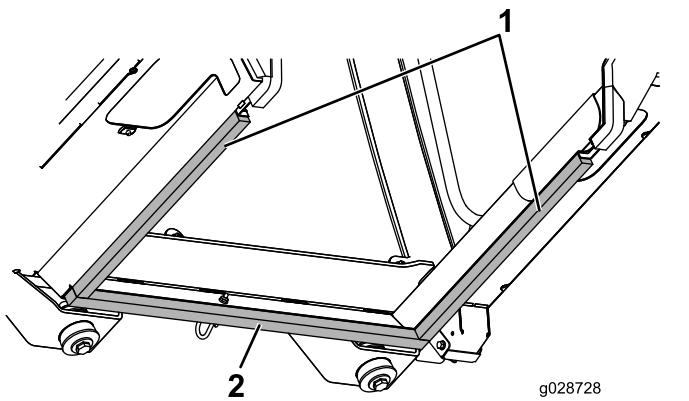

Figure 63
- Centrez le joint en mousse avant sur le panneau avant (Figure 63).
- Poussez le bord avant du joint en mousse latéral avant dans le joint en mousse avant et alignez les bords intérieurs du joint en mousse sur les bords intérieurs des panneaux d'étanchéité du cadre de la cabine (Figure 63).